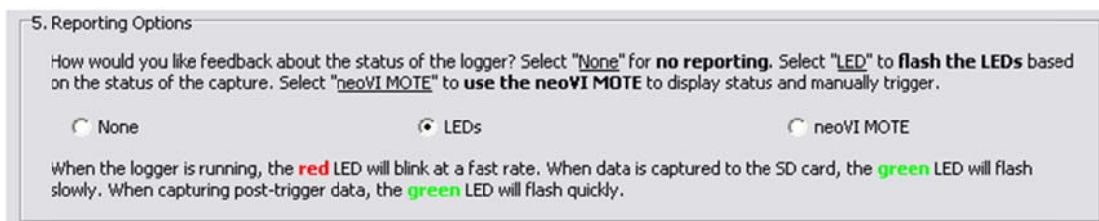

图 9-21 报告选项 LED
**LED:** 如果选择“LEDs”，当记录仪在工作时红色的 LED 会快速闪烁。当捕获的数据存储至 SD 卡时，绿色的 LED 会慢速闪烁。当捕获 post-trigger 数据时，绿色 LED 会快速闪烁（如果使用 Pre/Post Trigger Collection）。见图 9-21。